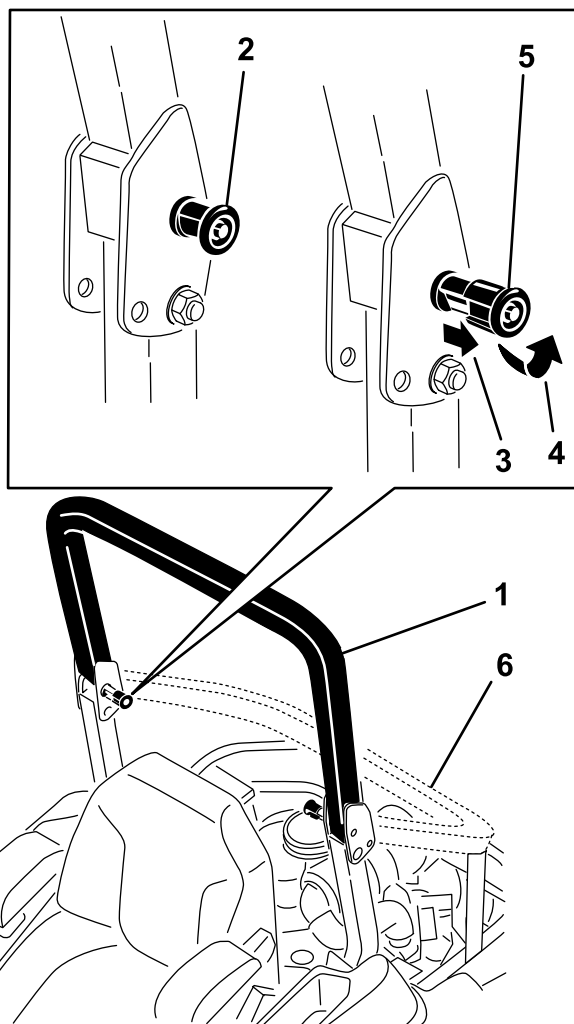

Figura 70
**Nota:** Puede ser necesario empujar hacia adelante o tirar hacia atrás de la parte superior de la barra antivuelco para que se bloqueen completamente ambos pomos (Figura 70 y Figura 71).